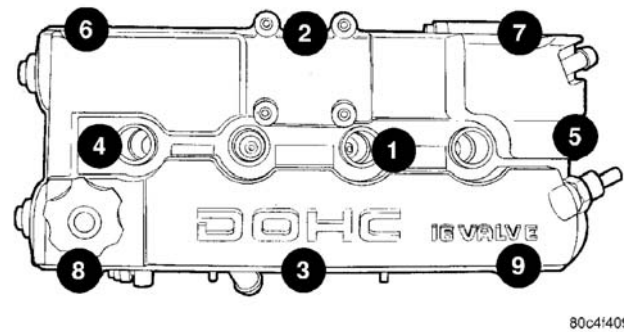

图 32 气缸盖罩紧固顺序（所示为典型盖）
(4) 安装气缸盖罩组件至气缸盖。安装所有的螺栓，确保固定密封垫圈的两个 (2) 螺栓位于盖的中心部位。按 (图 32) 所示的顺序紧固螺栓。使用下列 3 步骤拧紧方法：